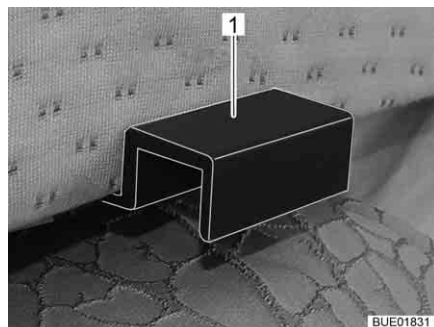

Fig. 144 Supporti cuscini aggiuntivi
- Agganciare il cuscino aggiuntivo con i supporti (Fig. 144,1) nei diaframmi del letto singolo, in modo che si formi una superficie utile chiusa.